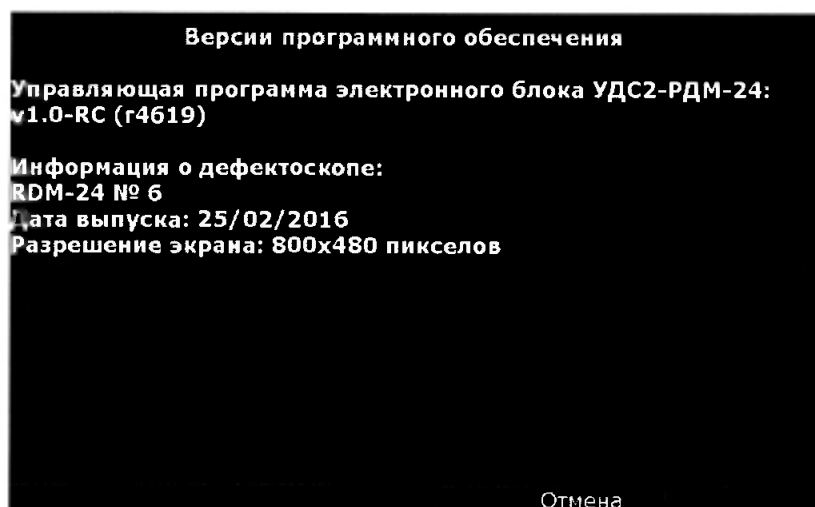

Рисунок 3
8.2.5 В информационном окне считать идентификационные данные ПО (Рисунок 3).